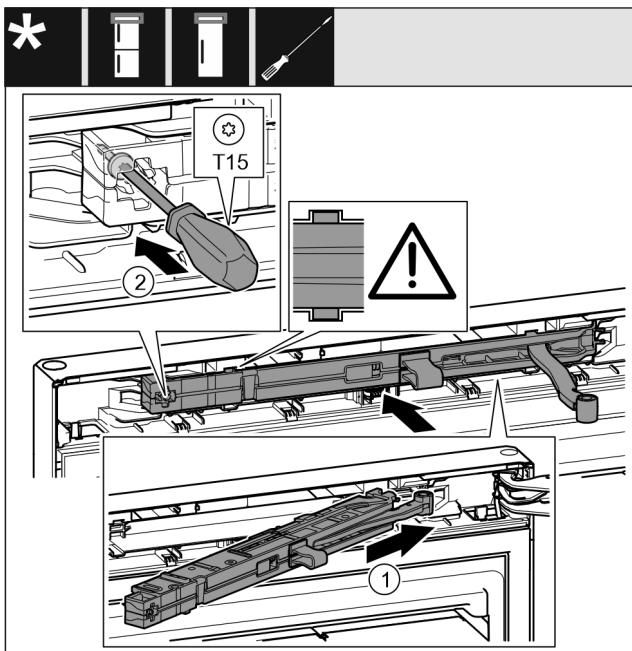

Fig. 49
- Jednotku tlumiče zavírání na straně stojanu ložiska zasuňte až na doraz šikmo do vybrání. Fig. 49 (1)
- Šroubovákem T15 pevně utáhněte šroub. Fig. 49 (2)